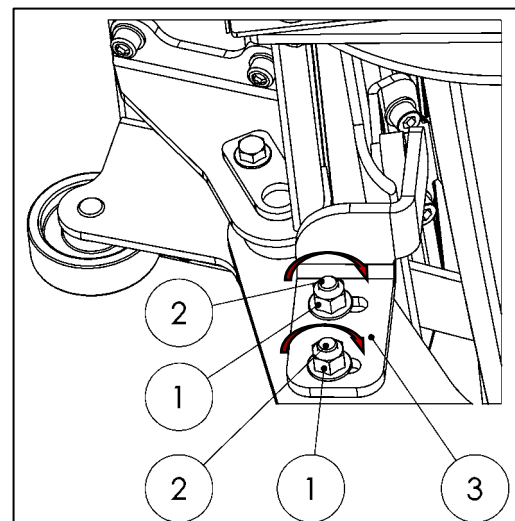

Abbildung 94
- Muttern (Pos. 1) und Schrauben (Pos. 2) am Halter (Pos. 3) festschrauben mit einem Anzugsmoment von 80 Nm (siehe Abbildung 94).